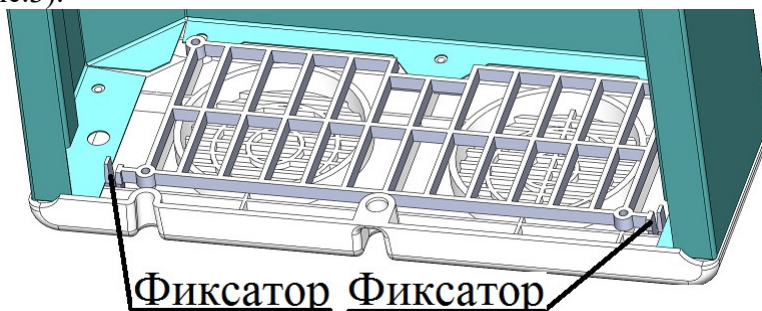

Рис.3
- очистка фильтра . Производят путем погружения в дезинфицирующий раствор или методом протирания не реже 1 раза в месяц. Для извлечения фильтра необходимо снять крышку следуя инструкциям в разделе 6.6 настоящего паспорта. Далее, сжав два фиксатора, освободить фильтр из фильтродержателя(Рис.3).